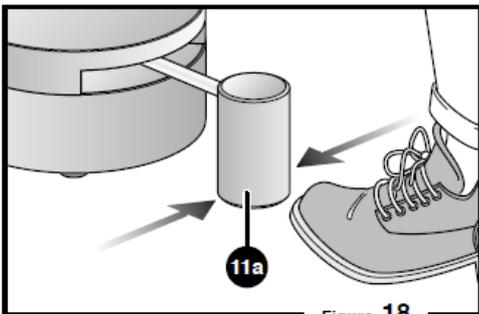

Figure 18
-화면(13h)에 숫자를 체크한다: 이것은 다른 설정이 맞춰질 때까지 화면에 저장될 것이다. 표시된 숫자는 RPM($\times 100$)으로 표시된다. 예를 들어 화면에 "150"으로 표시되었다면 순간 회전속도는 15,000 RPM 일 것이다. pedal control lever가 중립위치(Figure 18 참조)에 있을 때, 화면에는 "OFF"로 표시된다.